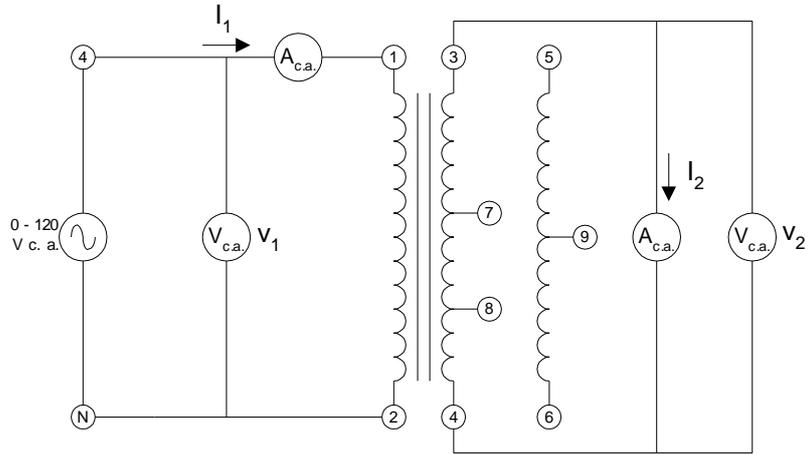

Figura 3
7. Conecte el circuito que aparece en la figura 3. Observe que el medidor de corriente I_2 pone en corto circuito el devanado 3-4